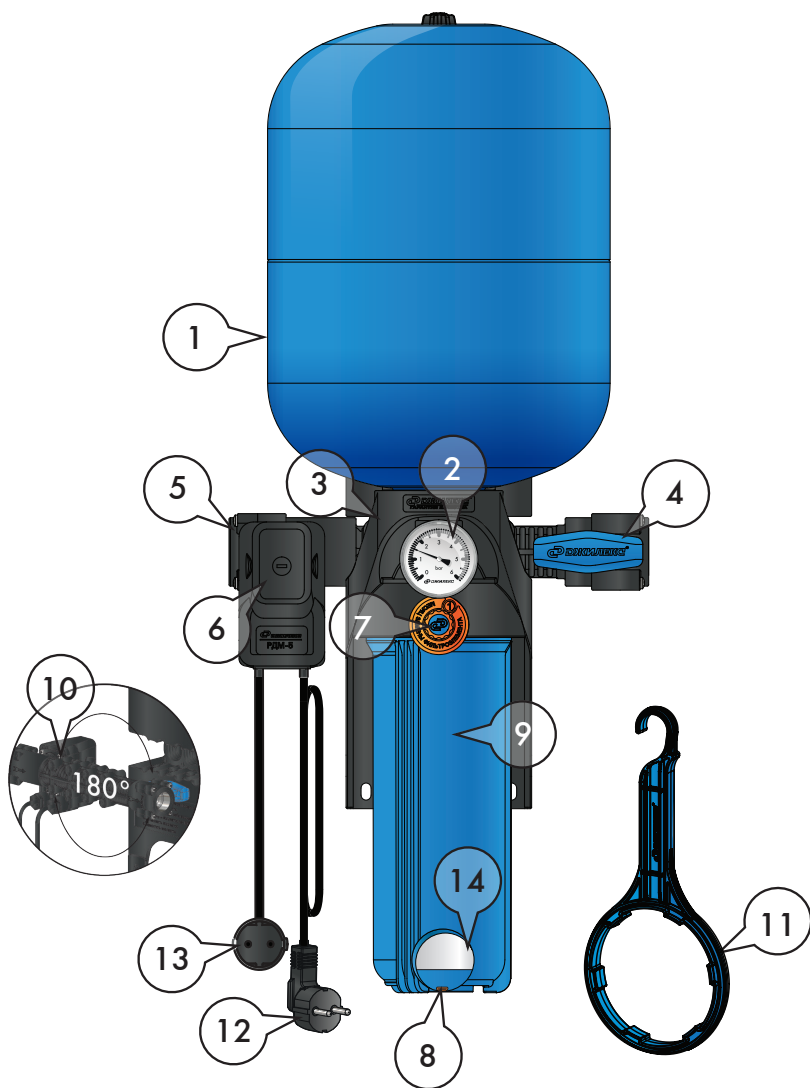

Рисунок 2
КРАБ-Т (рисунок 2) содержит стационарно закрепляемый на опорной поверхности (стене) корпус (3), являющийся базой, к нему присоединяются: - гидроаккумулятор (1) с наружной резьбой на фланце. Он навинчивается сверху на корпус, содержащий ответное резьбовое отверстие, уплотняется торцевым или радиальным эластичным уплотнителем; - пластмассовая колба (9) размером SLIMLINE 10" со сливной пробкой (8) и фильтрующим картриджем* (14). Колба картриджного фильтра имеет наружную резьбу и навинчивается снизу на корпус, содержащий ответное резьбовое отверстие, уплотняется торцевым или радиальным эластичным уплотнителем. В нижней части колбы расположена сливная пробка, уплотняемая эластичным уплотнителем. Для монтажа/демонтажа колбы к комплекту прилагается ключ (11); - манометр (2); - устройство индикации месяца замены фильтрующего картриджа (7); - съемный коллектор (10), который содержит встроенный шаровый кран (4) с резьбовым патрубком на выходе, обратный клапан с резьбовым патрубком на входе (5), присоединительный штуцер для реле давления. Коллектор содержит 3 цилиндрических патрубка и вставляется в ответные отверстия корпуса с возможностью обеспечить подачу воды слева направо или справа налево, уплотняется эластичным уплотнителем, фиксируется на корпусе винтами; - реле давления РДМ – 5 (6). К реле присоединены кабель с вилкой (12) для подключения к электросети и кабель с розеткой (13) для подключения насоса к выходу реле. Реле устанавливается на коллекторе.